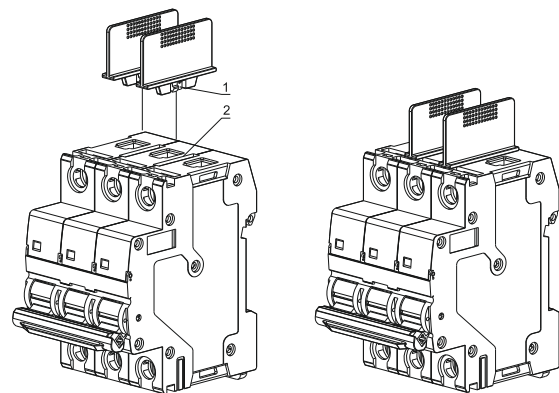

Рисунок 4 – Монтаж перегородки / Figure 4 – Installation of the separating partition
Монтаж перегородки показан на рисунке 4. Перегородку (рисунок 4, поз. 1) установить в отверстие между полюсами выключателя (рисунок 4, поз. 2), надавив на нее, но не прилагая чрезмерных усилий, до щелчка. Для демонтажа необходимо потянуть перегородку параллельно выводам выключателя.
Installation of the separating partition is shown in figure 4. Install the separating partition (figure 4, item 1) in the hole between the poles of the circuit-breaker (figure 4, item 2) by pushing it, but without applying excessive force, until it clicks into place. To dismantle, pull the partition parallel to the circuit-breaker terminals.